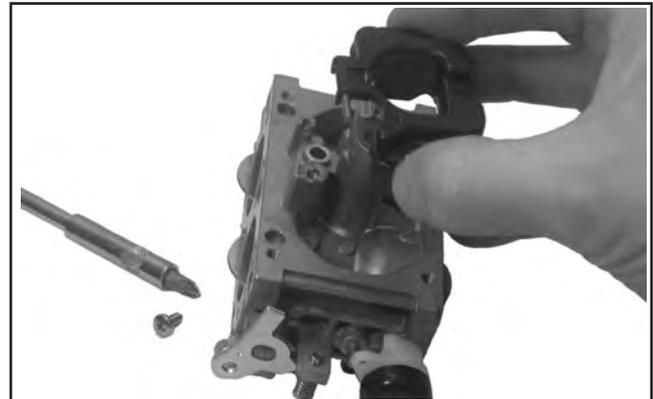

Abbildung 5-23. Entfernung der Einlassnadel und des Schwimmers.
- Die Schraube des Schwimmerstifts entfernen und den alten Schwimmer, den Stift und die Einlassnadel entfernen. Siehe Abbildung 5-23. Alle alten Teile entsorgen. Die Aufnahme der Einlassnadel darf nicht gewartet und keinesfalls entfernt werden.